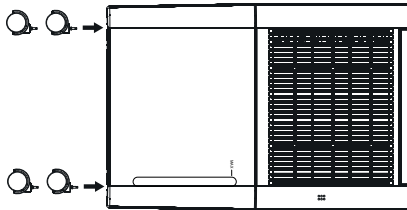

Abb. 1
- ◆ Drücken Sie die Rollen **6** in die vier Löcher in der Geräteunterseite, bis sie vollständig einrasten (siehe Abb. 1).